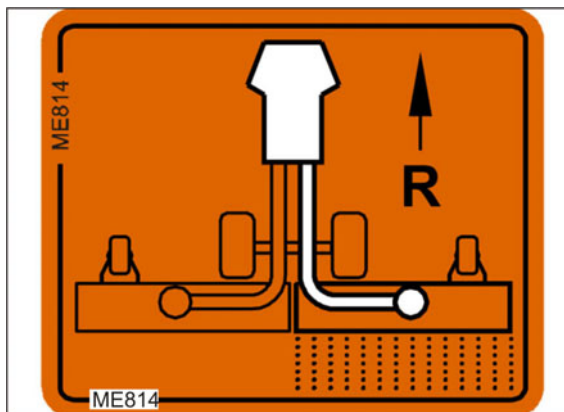

Bild 197
4. Lägga om spaken till vänster (Bild 197/2) och lås: